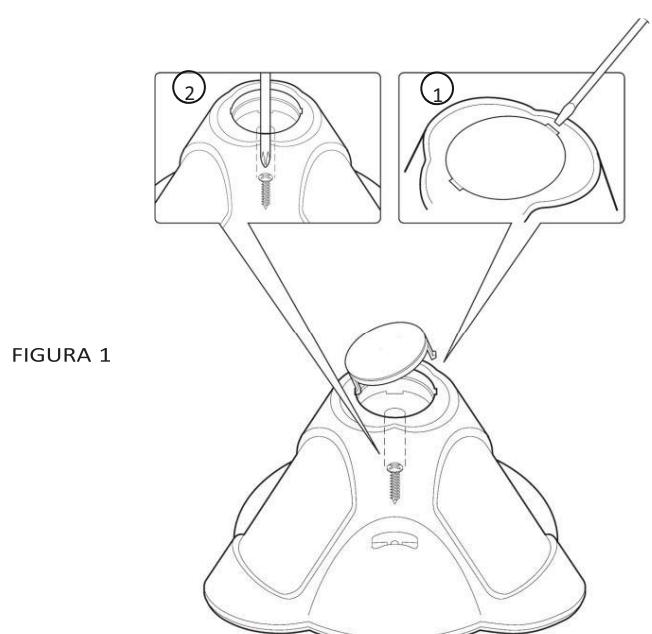

FIGURA 1
1. Para abrir el detector (Figura 1), quite la tapa insertando un destornillador (1) en el hueco entre la cubierta de protección del detector y la tapa. La tapa permanecerá sujetada a la base del detector.
2. Con un destornillador libere el tornillo de la tapa superior (2) y tire suavemente hacia arriba de la tapa superior del detector.